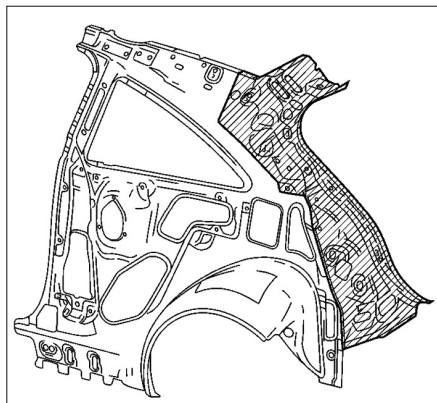

FIG. 82
- Enlever la partie hachurée et découper la doublure d'aile arrière neuve (Fig.82).